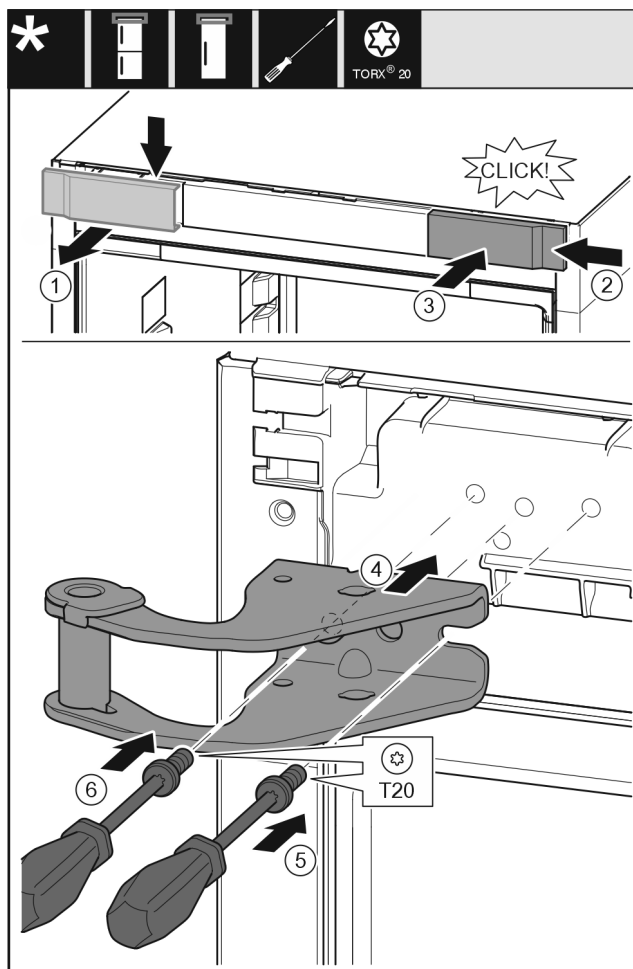

Fig. 14
- ▶ Detașați capacul Fig. 14 (1) de sus spre înainte.
- ▶ Acroșați pe cealaltă parte din dreapta capacul Fig. 14 (2) rotit cu 180°.
- ▶ Fixați capacul Fig. 14 (3) în poziție.
- ▶ Aplicați suportul de lagăr superior Fig. 14 (4).
- ▶ Așezați și înșurubați ferm șurubul Fig. 14 (5) cu șurubelnița.
- ▶ Așezați și înșurubați ferm șurubul Fig. 14 (6) cu șurubelnița.